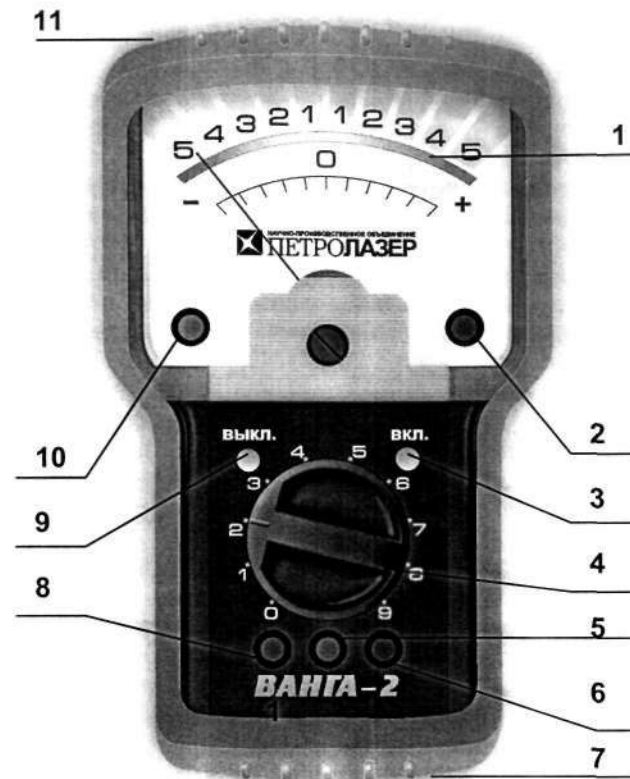

Рис. 1.
5.5. Внешний вид дефектоскопа приведен на Рис.1.